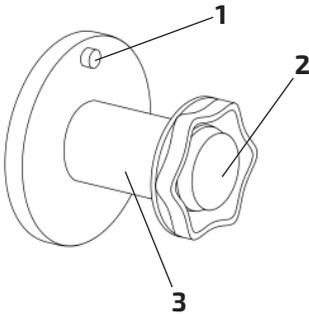
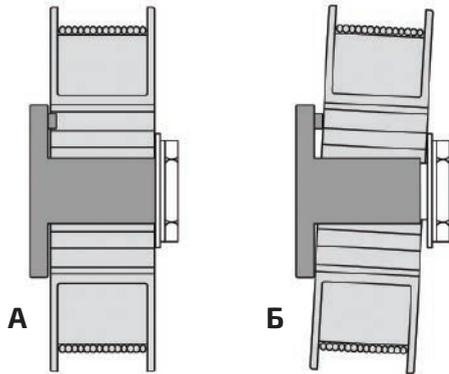

Рис. 8.4.2. Ось катушки.
Рис. 8.4.3. Установка катушки с проволокой D300 на ось катушки.
2. Установите катушку с проволокой D300 на ось катушки (см. рис. 8.4.2). Не допускайте перекоса катушки (см. рис. 8.4.3).
2. Установите катушку с проволокой совместите отверстие катушки и фиксатор адаптера, зафиксируйте её прижимной гайкой (см. рис. 8.4.2, п. 2).